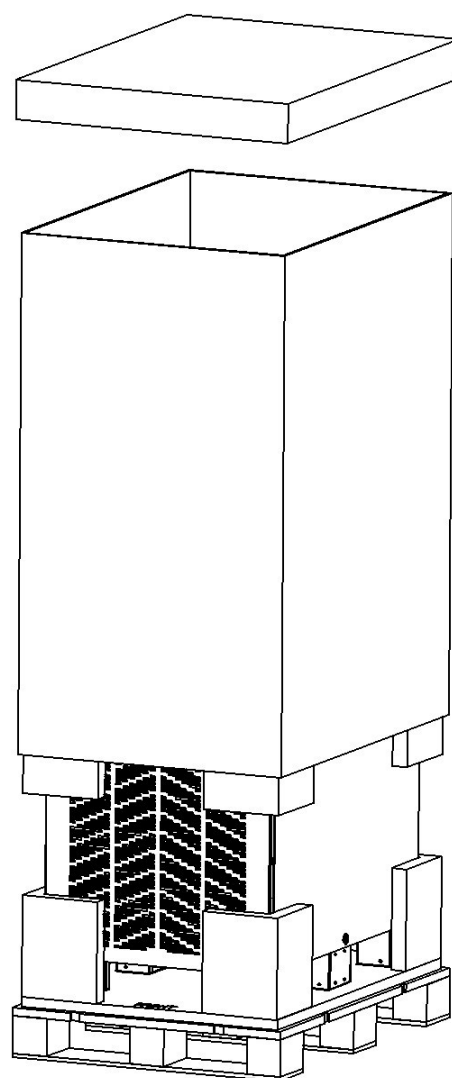

Figura 3-3
2. Retire la bolsa de plástico y la caja externa (Figura 3-3).